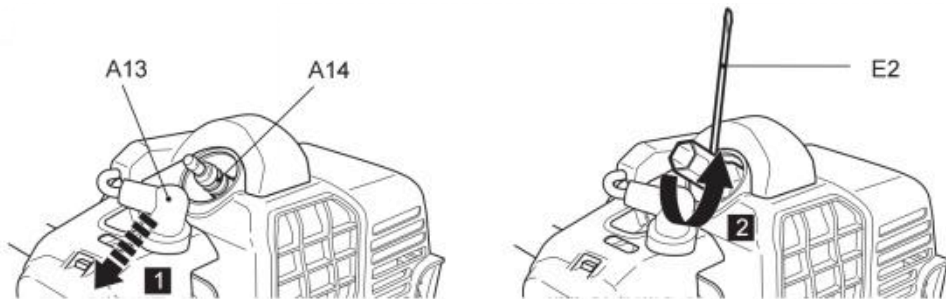

Fig. 78
2. Draai de bougie (A14) linksom los met behulp van het multitool (E2) en verwijder deze voorzichtig (Afb. 78).